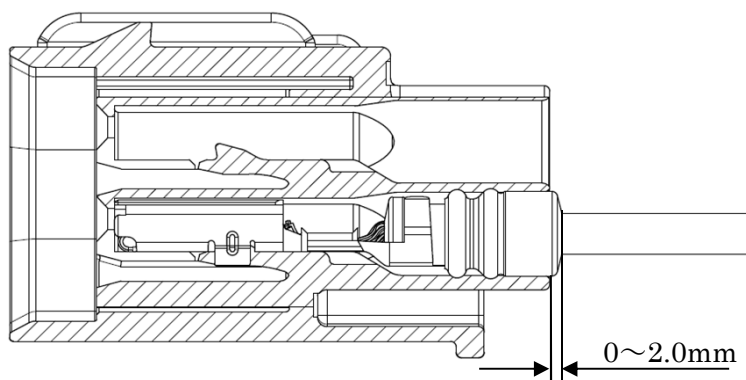

図2
- 4) 端子に圧着したゴム栓後端が、ハウジングの後端部より0～2.0mmの範囲内に収まっているか確認して下さい。（図2）